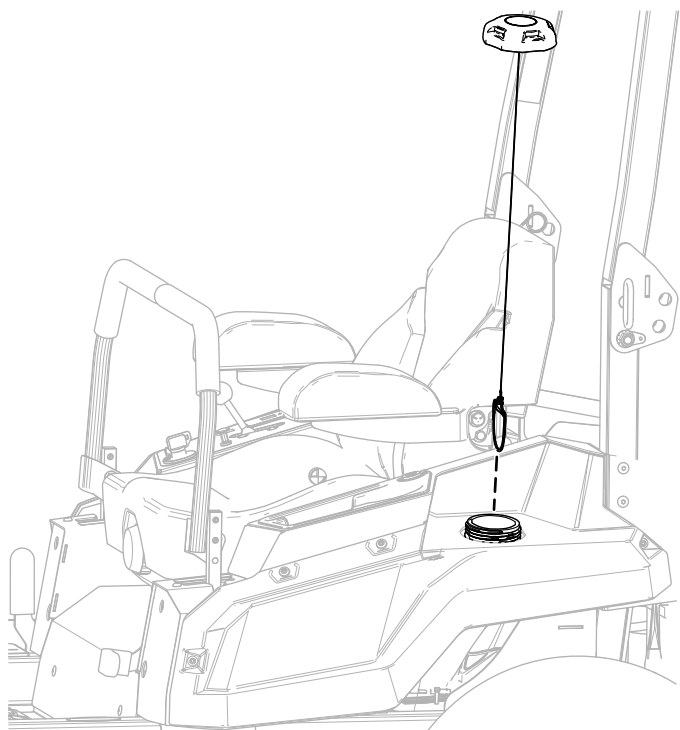

Figura 3
1. Retire el tapón del depósito de combustible del carenado izquierdo (Figura 3).
3. Instale el tapón del depósito de combustible (Figura 3).